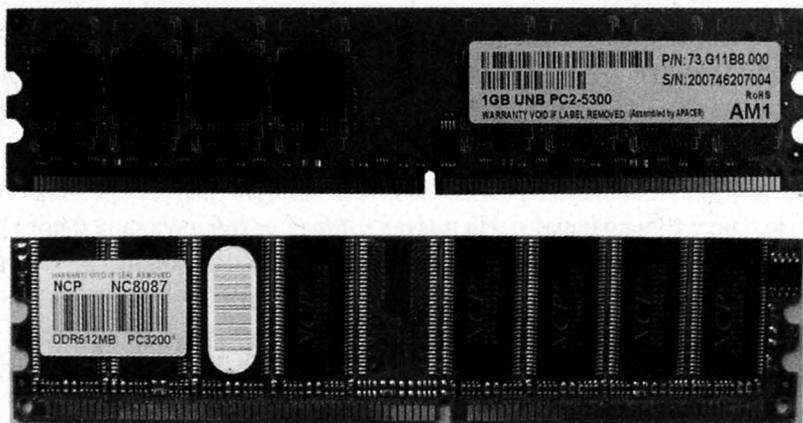

Рис. 1.6. Модуль памяти DIMM: сверху — DDR2, снизу — DDR
- **DIMM.** Модуль, аналогичный SIMM, но имеющий двухстороннее расположение выводов. Он применяется во всех современных типах памяти SDRAM, DDR и DDR2 (рис. 1.6).